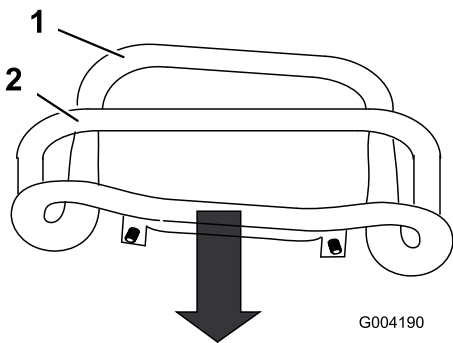

Figura 53
3. Trageți direct spre înapoi comanda traciunii, astfel încât partea din față a comenzii să intre în contact cu bara de referință (Figura 53).